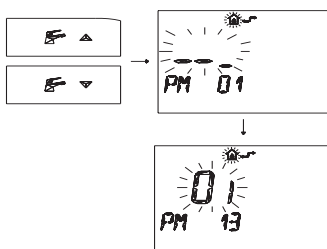

Figura 5.49 Remoto programmazione.
- 3 Premere i pulsanti o per visualizzare la programmazione "PM 13" modo pompa (**Figura 5.49**)